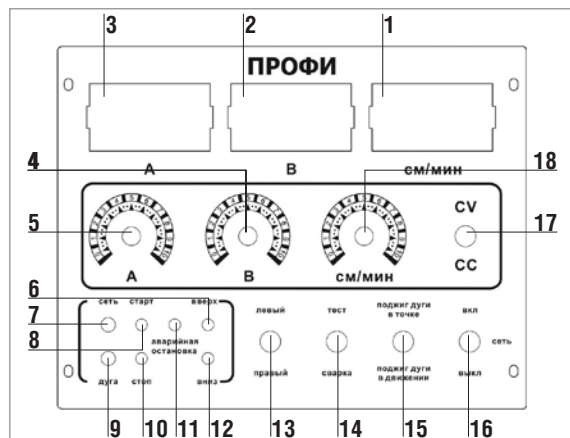

Рисунок 17
1. Нажмите кнопку включения питания, дождитесь, пока загорится индикатор питания (7, Рисунок 17);
2. Переключателем (12, Рисунок 17) установите ручное управление для подачи проволоки (Рисунок 18) в токоподводящий мундштук;
3. Переключателем (14, Рисунок 17) установите автоматическое управление «Сварка»;